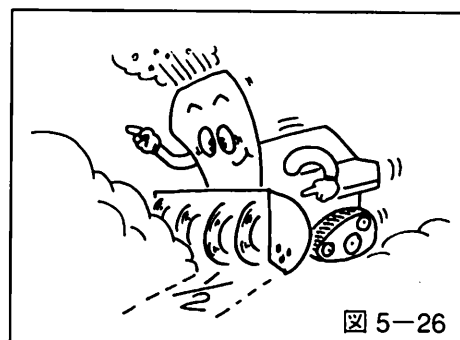

図 5-26
- オーガ巾の約1/2程度の除雪巾で除雪してください。常に除雪できるばかりでなく、機械に能力以上の負担をかけないで、機械を傷めることもありません。(図5-26参照)